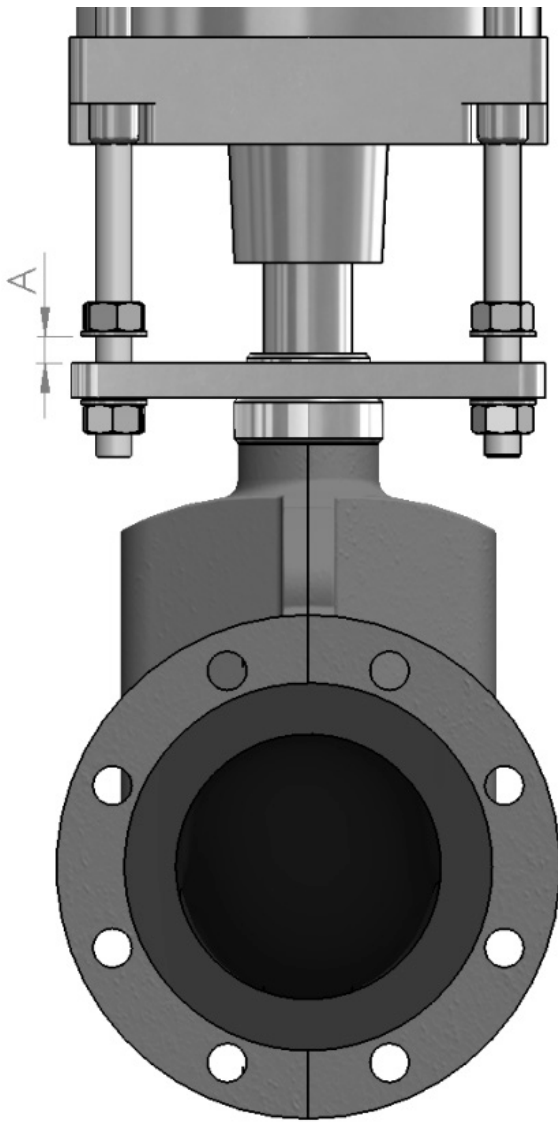

Figura 19. Medición del valor de compresión.
6. Ajuste las tuercas superiores del actuador (2) para conseguir el apriete necesario para el manguito. Compruebe el valor correcto para la dimensión A en la "Tabla 9. Apriete necesario para los manguitos de las válvulas (dimensión A en la "Figura 19. Medición del valor de compresión.")"
Tabla 9. Apriete necesario para los manguitos de las válvulas (dimensión A en la “Figura 19. Medición del valor de compresión.”)